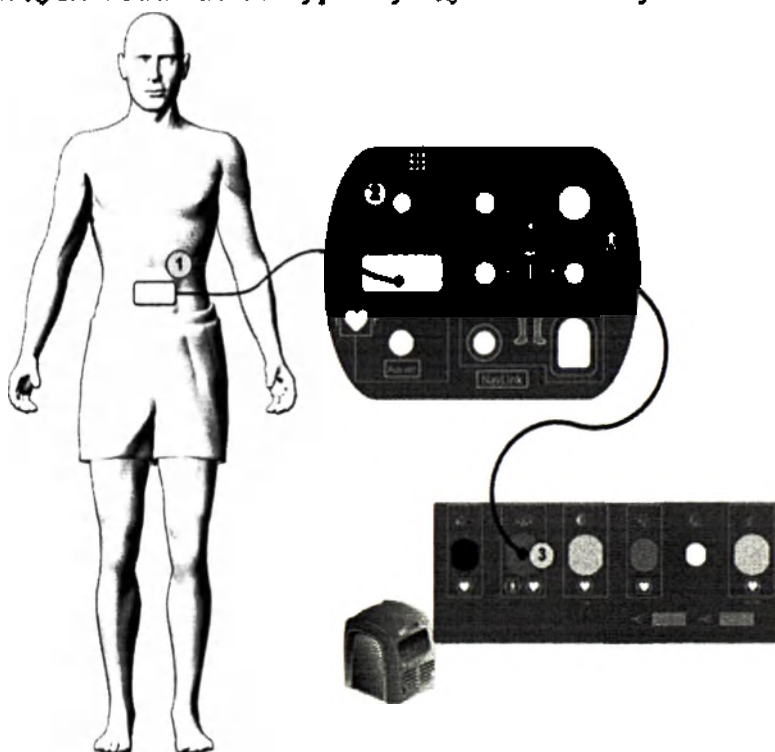

Рисунок. 38. Подключение системного поверхностного референс-электрода.
Пронумерованные шаги в следующей процедуре соответствуют пронумерованным сноскам на Рисунок. 38.
1. Наложите системный поверхностный референс-электрод на живот пациента (Рисунок. 38).